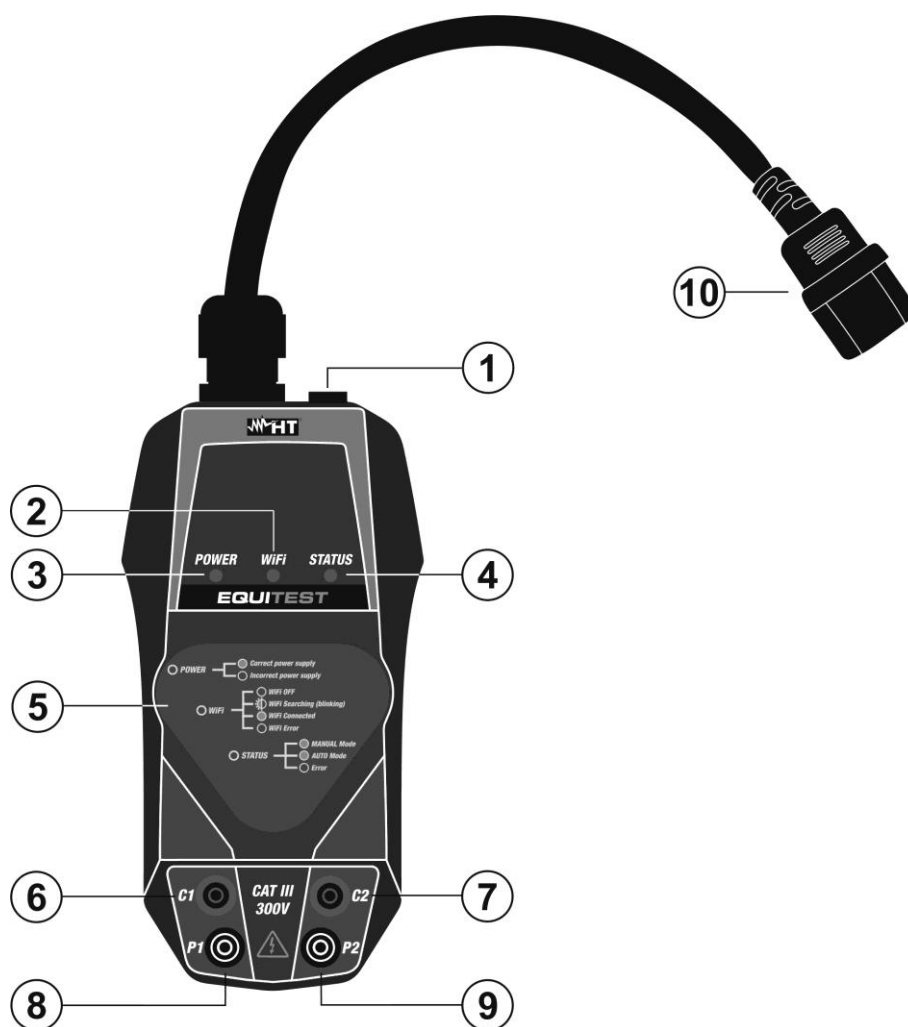
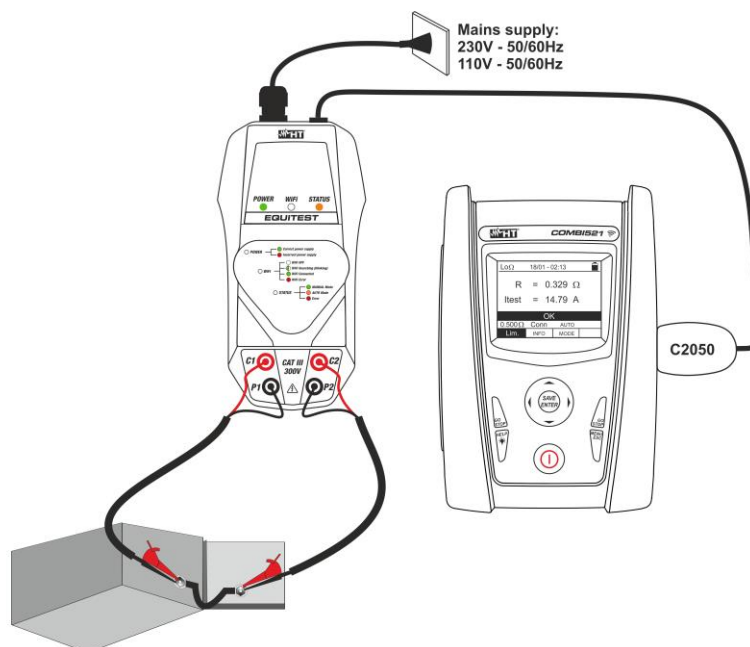

Fig. 1 Descrizione dello strumento
Fig. 3 Uso dello strumento con unità MASTER
- Collegare Lo strumento all'alimentazione tramite il cavo di rete fornito in dotazione (vedere Fig.1 – parte 10). Il LED **POWER** è acceso in colore **verde fisso** a identificare la corretta tensione di alimentazione, il LED **STATUS** è acceso in colore **verde fisso** a identificare il funzionamento **in modo Manuale** (vedere manuale d'uso dello strumento MASTER), il LED **WiFi** è acceso in colore **verde lampeggiante** a identificare che lo strumento sta cercando di eseguire (se disponibile) un collegamento WiFi con un dispositivo mobile esterno tramite APP **HT Equitest** (vedere § 5.2) e non ha alcuna funzionalità nel collegamento con lo strumento MASTER
- Collegare Lo strumento allo strumento MASTER (vedere Fig.3) tramite il cavo **C2050** fornito in dotazione (vedere Fig.1– parte 1)
- Collegare i due cavi neri del set di cavi **C7000** alle bocche di ingresso **P1** e **P2** e i due cavi rossi alle bocche di ingresso **C1** e **C2** (vedere Fig.3)
5. Collegare i terminali a coccodrillo del set di cavi **C7000** alle estremità dell'oggetto in prova (vedere Fig.3)
7. Con selezione del **modo Automatico** sullo strumento MASTER (misura attivata senza uso del tasto **GO/STOP**) verificare che il LED **STATUS** sia acceso in colore **arancio fisso** e collegare i terminali a coccodrillo alle estremità dell'oggetto in prova (vedere Fig. 3) per attivare automaticamente il test
- Collegare lo strumento all'alimentazione tramite il cavo di rete fornito in dotazione (vedere Fig.1 – parte 10). Il LED **POWER** è acceso in colore **verde fisso** a identificare la corretta tensione di alimentazione, il LED **STATUS** è acceso in colore **verde fisso** a identificare il funzionamento in modo Manuale